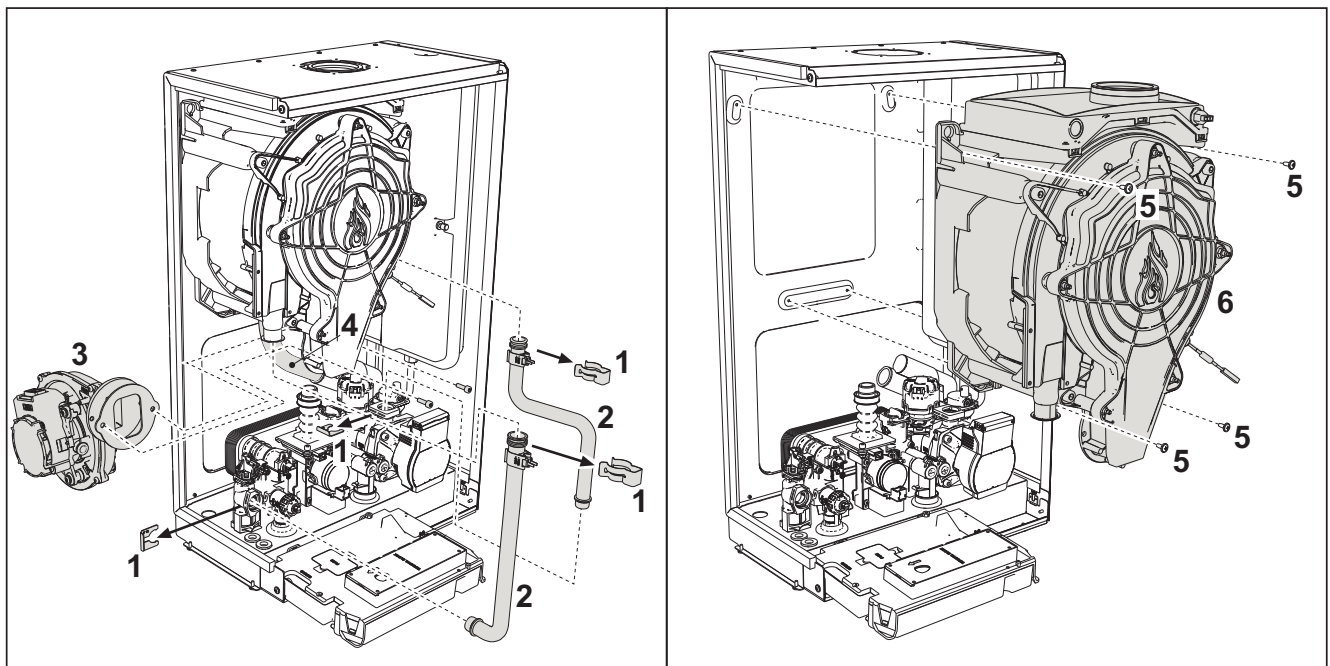

fig. 41- Intercambiador principal
- Quite los 2 tornillos **superiores "5"** que fijan el intercambiador al bastidor (fig. 41).
- Afloje los 2 tornillos **inferiores "5"** que fijan el intercambiador al bastidor (fig. 41).